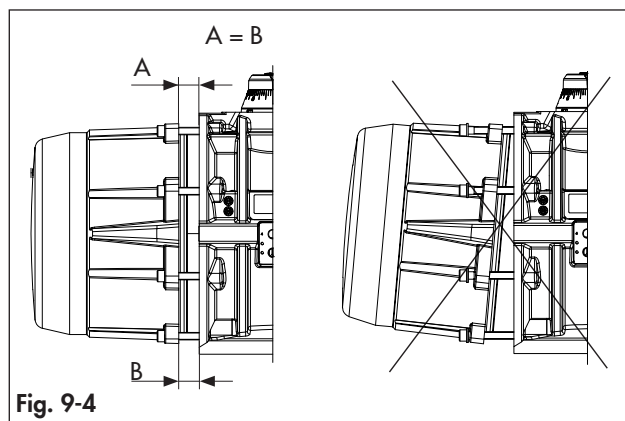
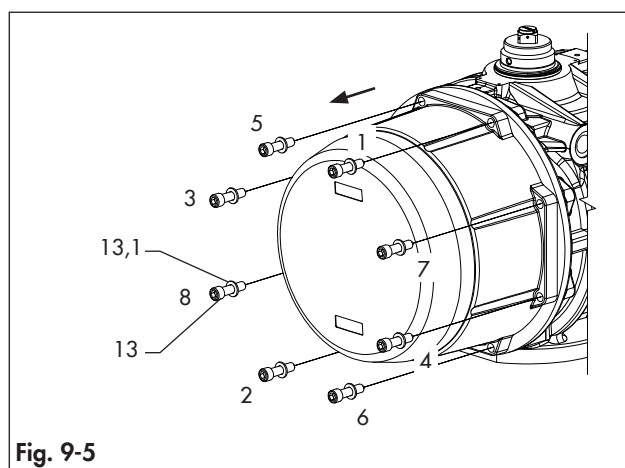
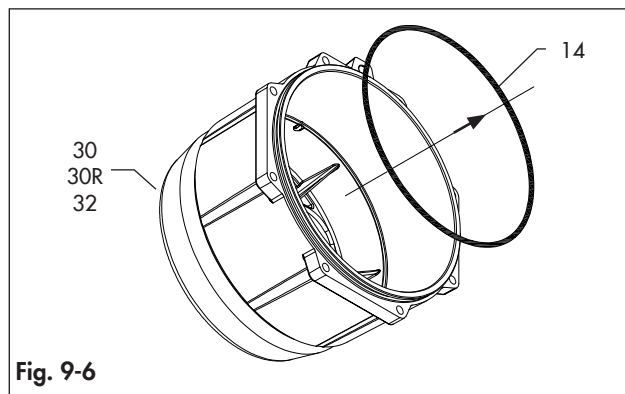

Fig. 9-4
Fig. 9-5
Fig. 9-6
Consulte a Fig. 9-1, Fig. 9-4, Fig. 9-5 e Fig. 9-6.
- ➔ Remova as tampas das extremidades como mostrado na Fig. 9-4 mantendo uma distância constante ($A = B$) entre o corpo do atuador e a interface da tampa da extremidade.
- ➔ Observe a sequência especificada mostrada na Fig. 9-5.
- Solte a compressão das molas desaparafusando parcialmente cada parafuso da tampa da extremidade (13) 1 volta de cada vez conforme a sequência mostrada na Fig. 9-5 por 4/5 voltas.
- Desaparafuse e remova completamente os parafusos da tampa da extremidade (13) e as anilhas (13.1).
- Remova os cartuchos de mola (17).
- Remova as juntas tóricas (14). (Fig. 9-6)
- Desaparafuse completamente os parafusos da tampa da extremidade (13) e anilhas (13.1) de acordo com a sequência mostrada na Fig. 9-5.